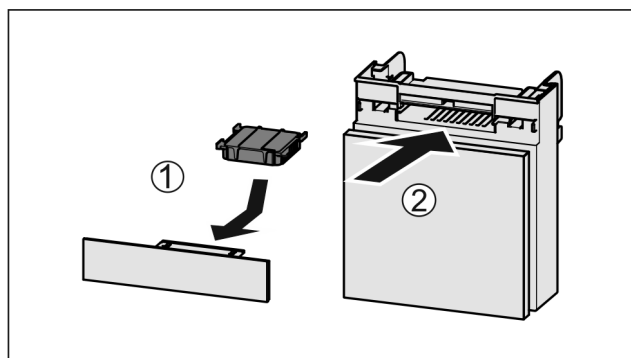

Fig. 144
- ▶ Wkładać *Fig. 144 (1)* filtr z węglem aktywowanym zgodnie z ilustracją.
- ▶ Wsunąć komorę *Fig. 144 (2)*.